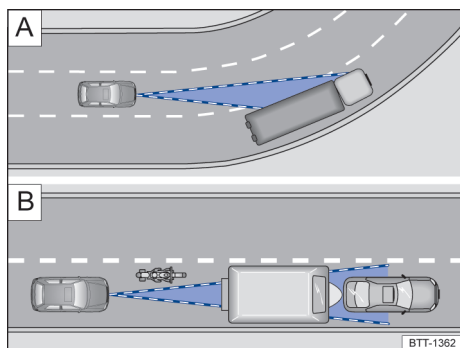

Fig. 145 A) Condução em curvas. B) Veículos à frente fora da área de alcance do sensor do radar.
O sensor do radar mede sempre em linha reta. Por isso, veículos em curvas estreitas podem ser detectados por engano ou veículos trafegando à frente podem não ser detectados → Fig. 145 A).
- Veículos que trafegam fora da área de alcance do sensor a curta distância do veículo próprio, por exemplo, motocicletas → Fig. 145 B).